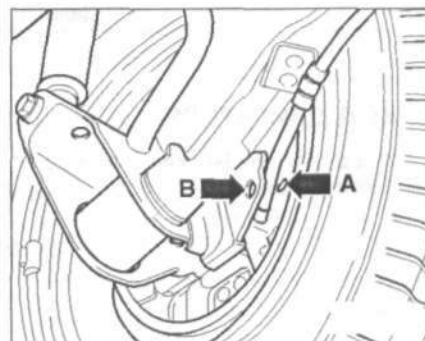

Рис. 2.30. Проверка толщины накладок колодок задних тормозных механизмов.
4. Проверьте толщину тормозных накладок через отверстие (стрелка В) и проверочное отверстие (стрелка А) в защитном кожухе (рис. 2.30). Допустимый износ тормозной накладки (без опорной плиты) должна составлять 2.5 мм. При меньшей толщине тормозные колодки должны быть заменены.